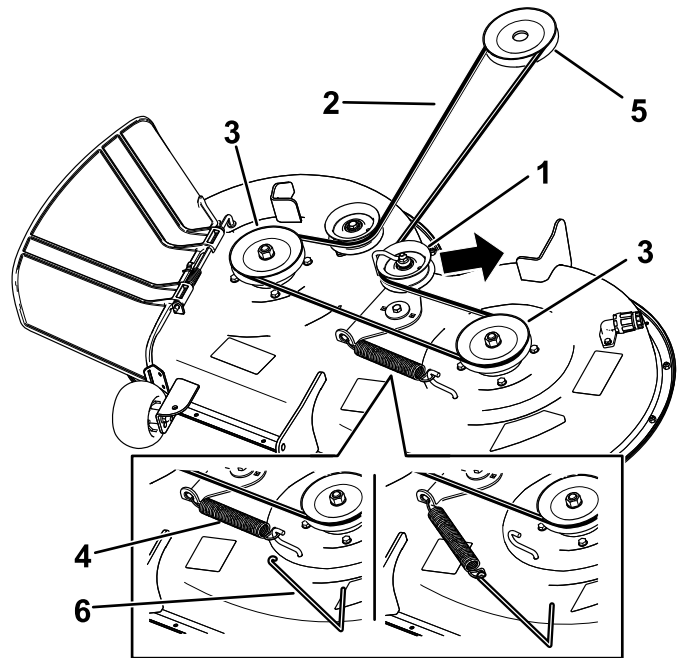

Figura 50
- Usando una herramienta para la retirada de muelles (Pieza Toro N° 92-5771), retire el muelle tensor del gancho de la carcasa para eliminar la tensión de la polea tensora, y retire la correa de las poleas (Figura 50).
- Pase la correa nueva alrededor de las poleas del motor y del cortacésped (Figura 50).
- Usando una herramienta para la retirada de muelles (Pieza Toro N.º 92-5771), instale el muelle tensor sobre el gancho de la carcasa y tense la polea tensora y la correa (Figura 50).